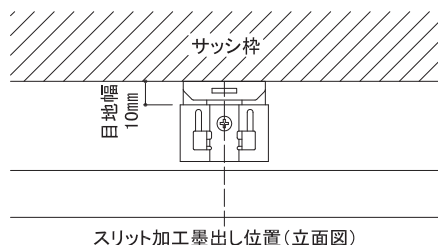

図6 採寸位置
- ジョイントカッターにニチハ外装用カッター(FX100A)をセットし、刃出し量を20mm程度、COOL裏面から6.5mmの位置に調節し、スリット加工部用留付金具Ⅱの取り付け位置毎にスリット加工を施してください。(図6、7参照)